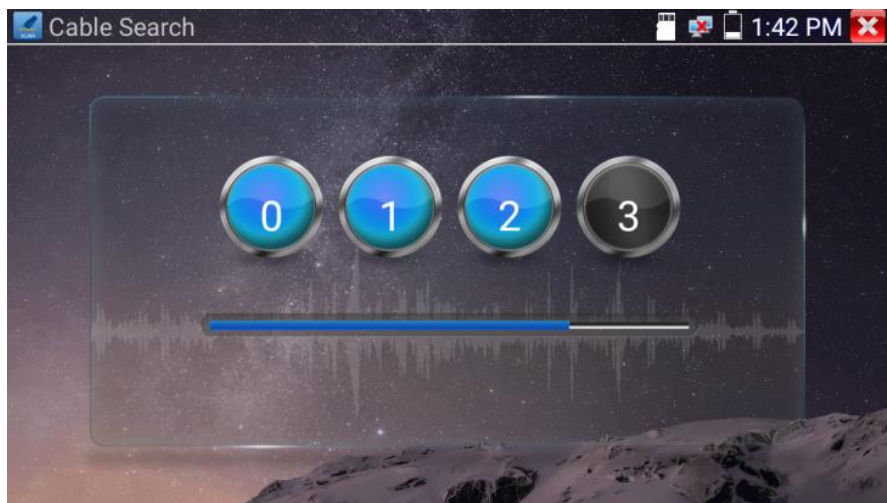

Рис. 107 Интерфейс приложения «Cable Search» (Обнаружение кабеля)
3. Для выбора тональности звукового сигнала используйте цифры на экране тестера, рис. 107